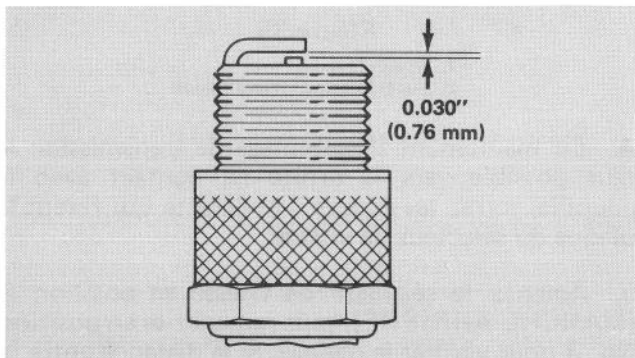

Figure 37
3. Réglez l'écartement des électrodes de la bougie neuve à 0.030" (0.752 mm) (Fig. 37). Posez ensuite la bougie dans la culasse. Serrez-la à 15 lb/pi. (20.4 N° m). Si vous ne vous servez pas d'une clé dynamométrique, serrez-la fermement.